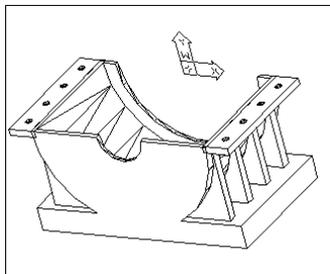

图 18-23
(6) 镜像处理。单击  按钮或者在命令行直接输入 `mirror`，将上述实体沿着过壳体中心的竖直面作镜像处理，结果如图 18-23 所示。